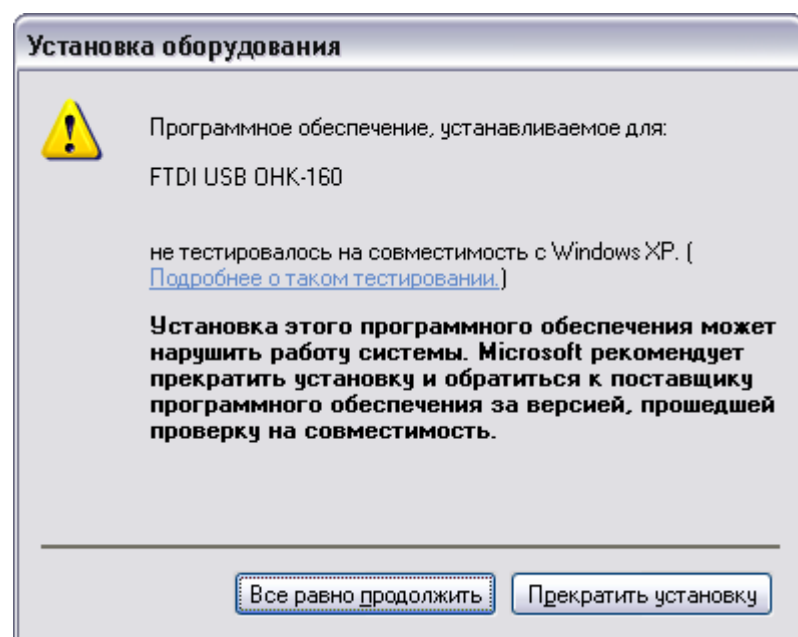

Рисунок 14.
10. В процессе установки драйвера появится запрос на подтверждение установки оборудования (Рисунок 14). Необходимо нажать кнопку «Все равно продолжить».